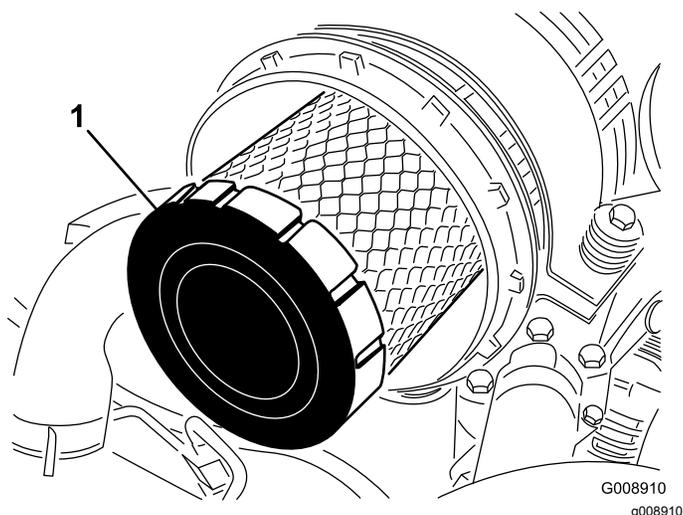

Рисунок 80
4. Снимите фильтр первичной очистки (Рисунок 80).